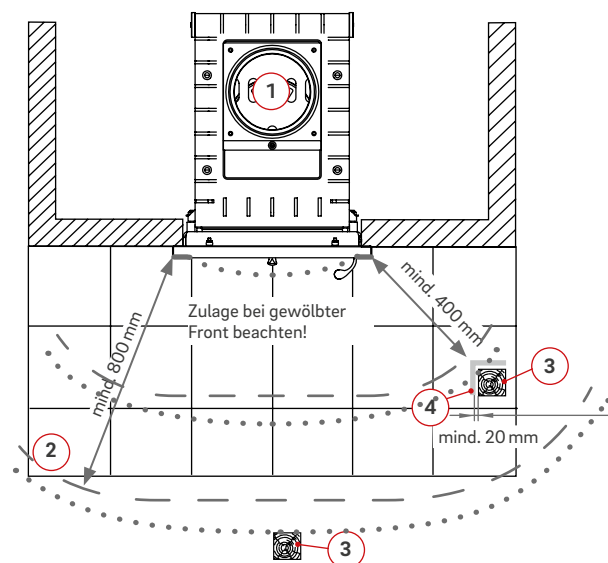

Abb. 7:
- Von der Feuerraumöffnung müssen nach vorn, nach oben und zu den Seiten mindestens 800 mm Abstand zu Bauteilen aus brennbaren Baustoffen oder brennbaren Bestandteilen sowie zu Einbaumöbeln eingehalten werden; bei Anordnung eines auf beiden Seiten belüfteten Strahlungsschutzes genügt ein Abstand von 400 mm. Dabei muss der belüftete Abstand des Strahlungsschutzes mindestens 20 mm betragen (Abb. 7).